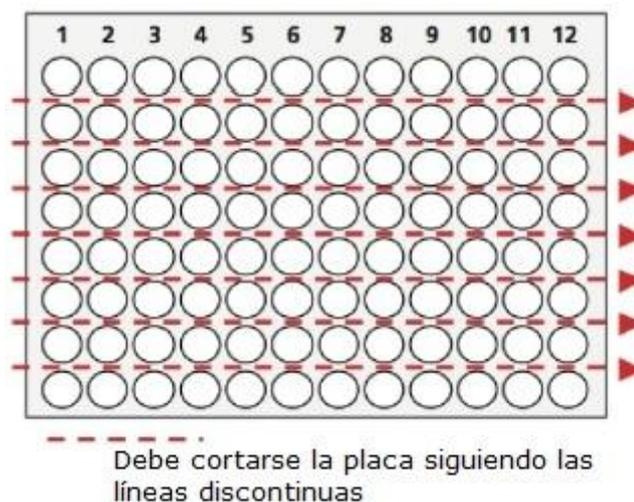

Figura 4
1. ORIENTAR las placas de microtitulación de manera que los números 1-12 estén en la parte superior (ver **Figura 4**).
2. CORTAR cada placa en las líneas punteadas como se muestra en la **Figura 4**. Cada tira tendrá 12 pocillos. Cada grupo que realice la práctica recibirá una tira.